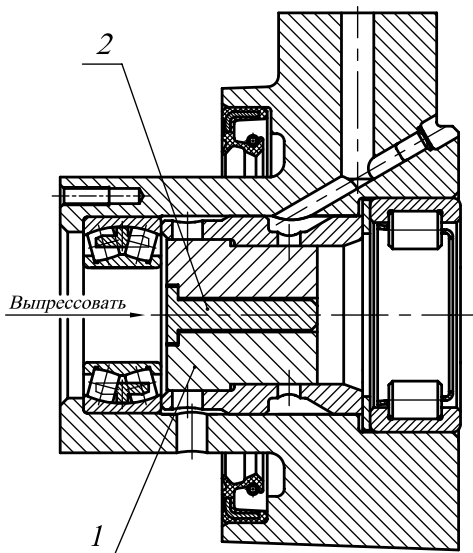

Рис. 113. Выпрессовка распорной втулки
9. Отвернуть болты 19 крепления упорного фланца 16, выпрессовать наружную распорную втулку 21 и наружную обойму заднего подшипника. Во избежании передачи осевого усилия через сепаратор переднего подшипника, выпрессовку необходимо проводить с помощью специального приспособления, как показано на рис. 113 и 114. После этого извлечь из корпуса передний подшипник.